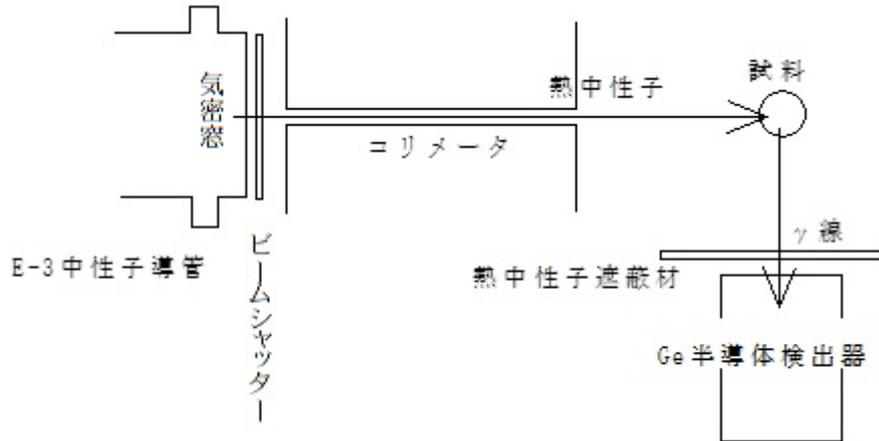

図3. 即発 γ 線測定装置の概略(中性子導管実験室内)
図3は即発 γ 線測定装置の概略である。中性子導管により引き出された低速中性子(ほとんど熱中性子)を試料に照射し、この時発生する γ 線を試料の横に配置されているGe半導体検出器で測定する。例えば、患者の血液中の硼素濃度測定時は、478keVの硼素由来の γ 線および2,220keVの水素由来の γ 線を測定し、それらの計数の比から硼素濃度を評価している。
② ビームシャッターの開閉
- 図3に示すように、導管の気密窓のすぐ後に濃縮 ${}^6\text{LiF}$ 製のビームシャッターが設置されている。